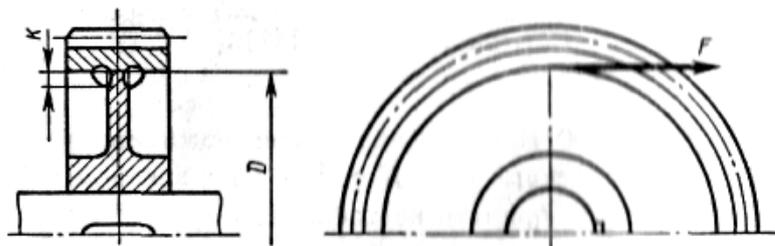

Рисунок 24. (к задаче 93)
**Задача 93.** Рассчитать сварное соединение венца зубчатого колеса с центром, передающего вращающий момент  $T$  (рис. 24). Внутренний диаметр зубчатого венца  $D$ . Материал деталей соединения — сталь Ст3 с допускаемым напряжением на растяжение  $[\sigma_p] = 160 \text{ Н/мм}^2$ . Распределение нагрузки по сварному шву неравномерное с коэффициентом асимметрии цикла  $R = 0,2$ . Швы выполняются ручной дуговой сваркой. Шов двусторонний ( $i = 2$ ). Данные своего варианта принять по табл. 38.